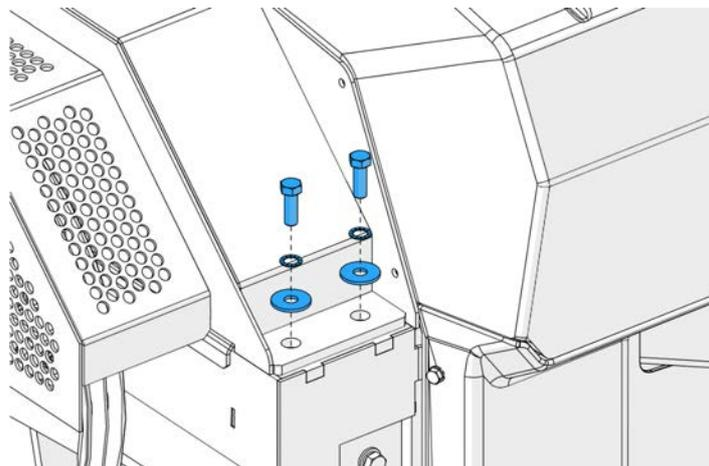

Figure 49 - Boulons du couvercle de la chambre de broyage
5. Déposez les deux boulons qui maintiennent le couvercle de la chambre de broyage en position fermée (Figure 49).